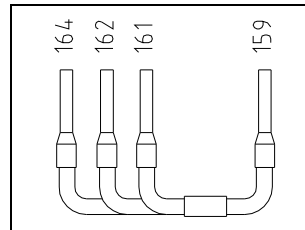

Abbildung 2.2: Installation des AE45/8
9. Installieren Sie den AE45/8 auf den in Abbildung 2.2 unten abgebildeten Klemmen. Stellen Sie dabei sicher, dass alle vorhandenen Drähte fest sitzen.